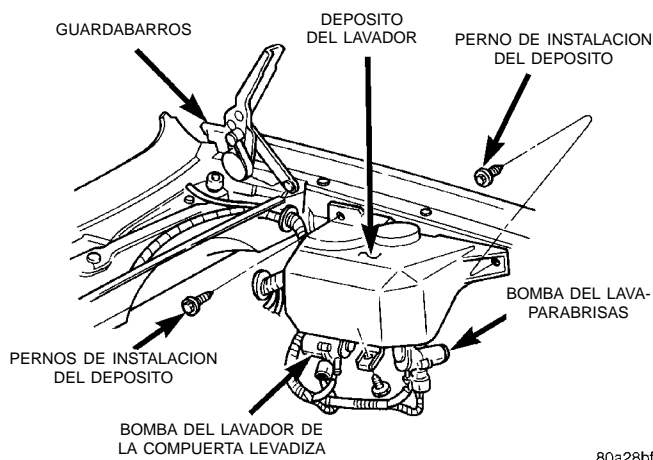

Fig. 16 Desmontaje/instalación del depósito del lavador
(1) Desconecte y aisle el cable negativo de la batería.
(2) Retire los tres tornillos que fijan el depósito del lavador al protector interior del guardabarros (Fig. 16).